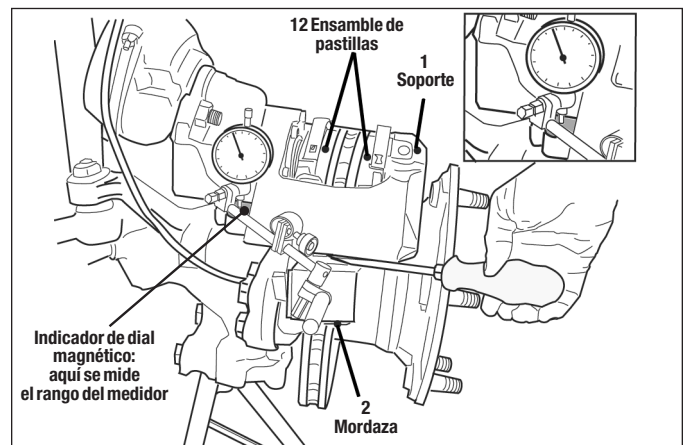

Figura 27 – Indicador de dial magnético en uso
4.5.2 Consulte las figuras 26 y 27. Con la rueda extraída, retire el retenedor de la pastilla (11). Reemplace temporalmente las pastillas con dos nuevas (12). Fije un sostenedor del indicador de dial magnético al soporte (2) en el lado corto del cojinete de la mordaza (1). Utilice el punto de medición en la mordaza (1); consulte la leyenda en la figura 27. Presione la mordaza en la dirección del soporte (2) y ponga el indicador de dial en cero.
4.5.3 Coloque una herramienta adecuada (p. ej., un destornillador grande de punta plana) entre el soporte (2) y la mordaza (1) y utilice una fuerza manual ligera para alejar la mordaza del soporte, hasta que el movimiento se detenga. Lea el valor máximo en el indicador de dial. Consulte la figura 27.